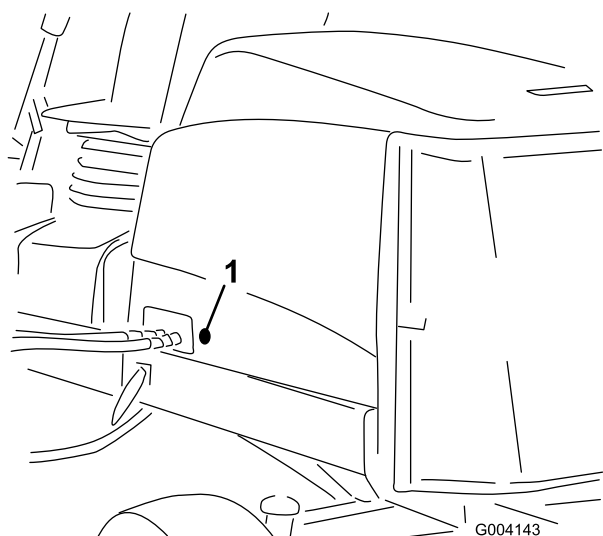

**Bild 15**
2. Nehmen Sie die Gummidichtung aus dem Loch links an der Motorhaube heraus (Bild 15).